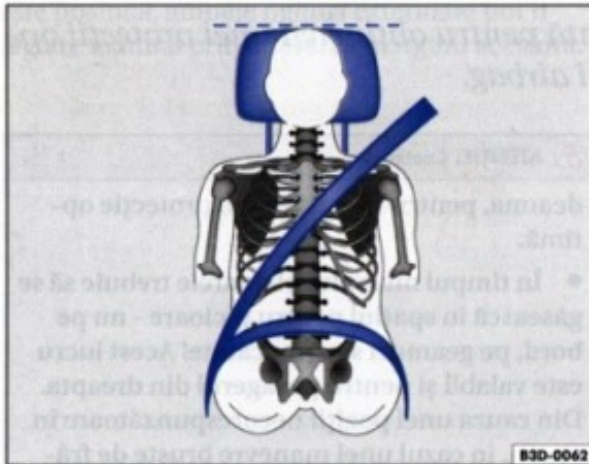
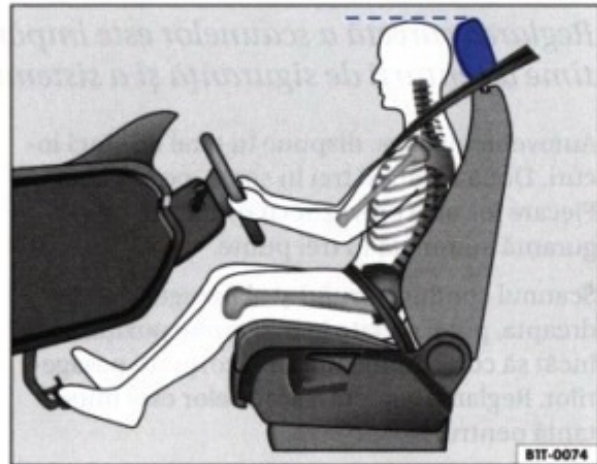

Fig. 51 Văzut din față: tetieră reglată corect și centură de siguranță amplasată corect
Fig. 52 Văzut dintr-o parte: tetieră reglată corect și centură de siguranță amplasată corect
– Reglați tetierele astfel încât marginea de sus a tetierei să se afle la aceeași înălțime cu partea cea mai de sus a capului dvs. ⇒ fig. 51 și ⇒ fig. 52.